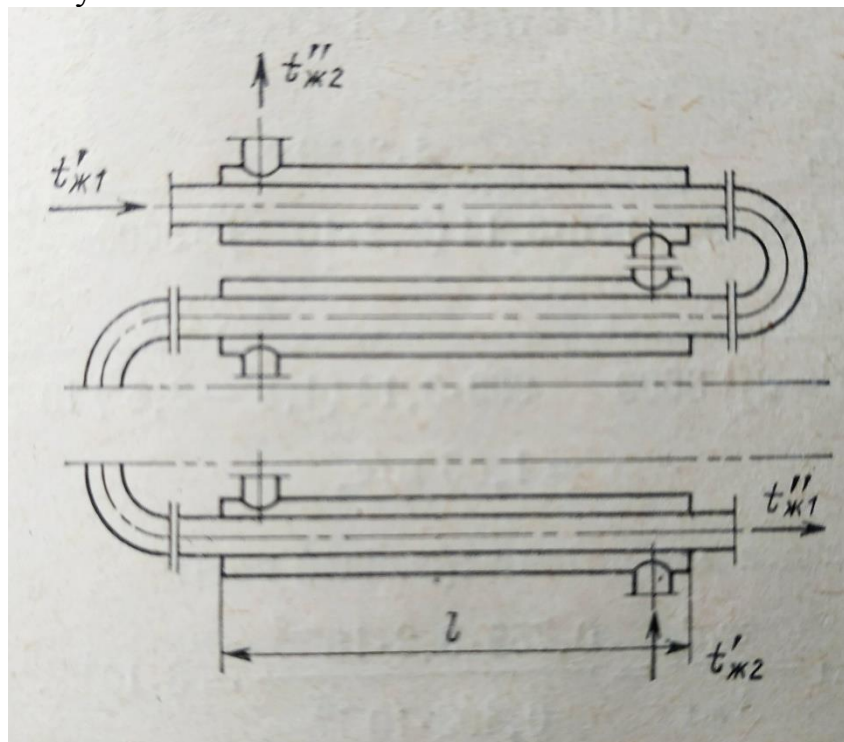

Рис. 7.4 – Теплообмінник типу «труба в трубі»
2. Визначити площу поверхня нагрівання та число секцій водо-водяного теплообмінника типу «труба в трубі» (рис.7.4). Гріюча вода рухається внутрішньою сталевією трубою ($\lambda_c=45$ Вт/(м.К), діаметром $d_2/d_3=35/32$ мм та має температуру на вході $t'_{p1}=95^{\circ}\text{C}$. Витрати гріючої рідини $G_1=2130$ кг/год.